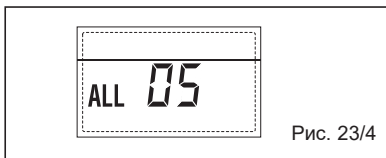

Рис. 23/4
– БЛОКИРОВКА ПЛАМЕНИ “ALL 06” (Рис. 23/5)